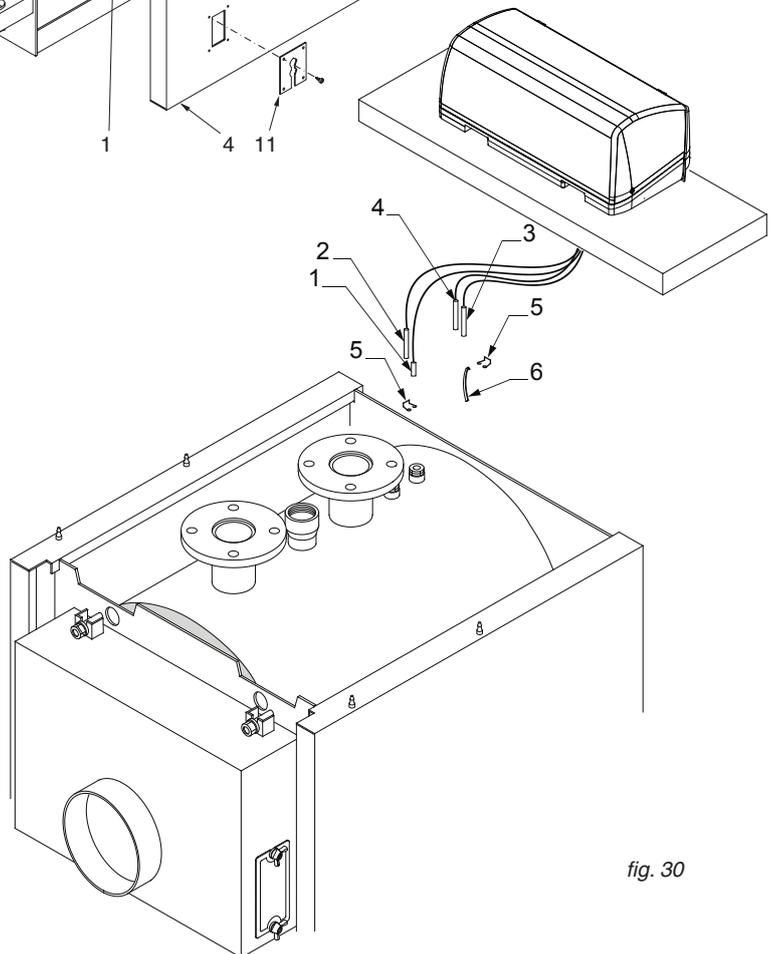

fig. 30
- E) Introduzca en las fundas los bulbos de los instrumentos, como se indica en la Fig. 30 y realice la conexión eléctrica del panel de mandos a la línea de alimentación, al quemador y a las posibles bombas, etc.